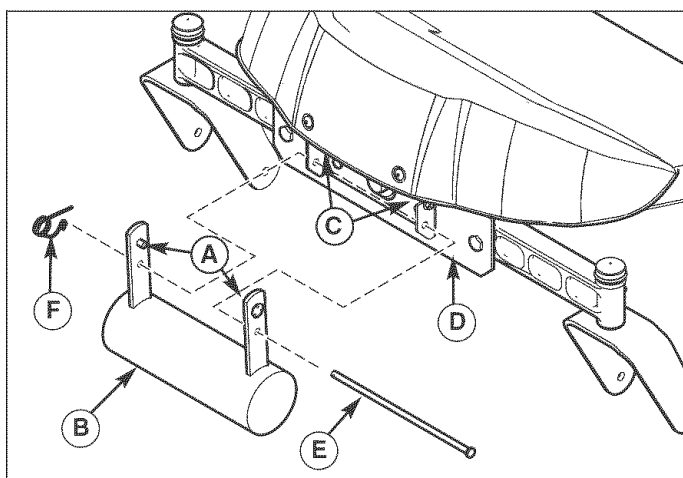

Figura 31. Instale el contrapeso
1. Deslice los pasadores (A, Figura 31) del contrapeso (B) por las ranuras (C) del soporte de apoyo del reposapiés delantero (D).
2. Fije el contrapeso (B) con el pasador (E) al soporte del reposapiés delantero (D).
3. Fije el pasador (E) con la pinza de seguridad (F).